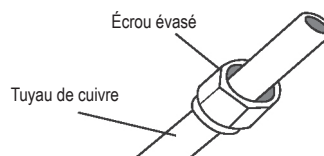

Fig. 6.3
3. Placez les écrous évasés sur les deux extrémités du tuyau. Veillez à bien les positionner, car vous ne pourrez ni les placer ni ajuster leur orientation une fois les extrémités évasées. Voir Fig. 6.3